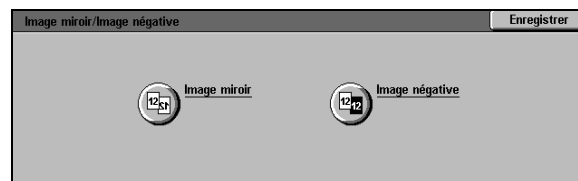

Figure 21 : Écran Inverser image
- 1 Appuyez sur **Inverser image** dans l'onglet Présentation spéciale afin d'afficher l'écran correspondant (voir la figure 21).